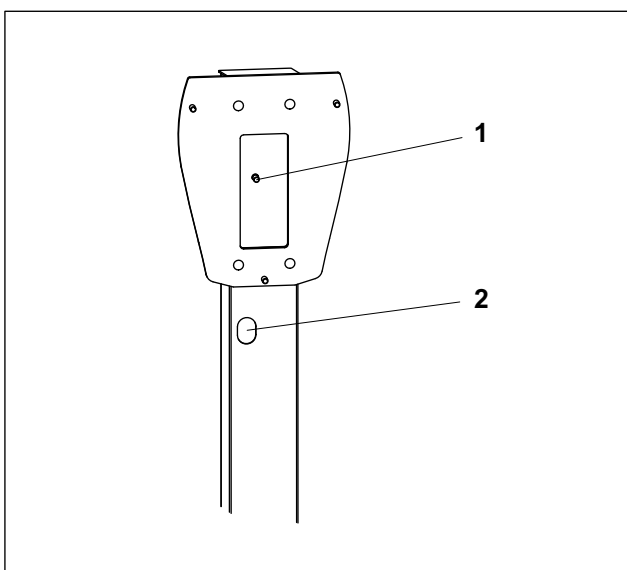

Fig. 6 Points de mise à la terre de la borne
7. Fixez le deuxième passe-câble (jeu de pièces détachées) sur l'ouverture de sortie des câbles (fig. 6/2).
9. Raccordez le câble d'équipotentialité au goujon de mise à la terre (fig. 6/1) de la borne.